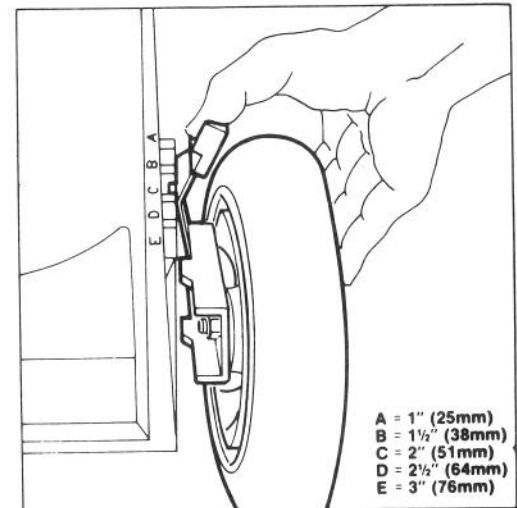

Abbildung 7
Fünf ins Gehäuse gestanzte Kerben zeigen die jeweilige Stufe an (Abb. 7).
2. Zur leichteren Einstellung, Mähgehäuse anheben damit das Rad nicht mehr auf dem Boden ist. Drücken sie den Einstellhebel zum Rad hin und stellen Sie die gewünschte Schnitthöhe ein (Abb. 7). Stellen Sie sicher, daß der Stift des Einstellhebels in die Kerbe am Gehäuse einrastet. Stellen Sie alle Räder auf die gleiche Höhe ein.